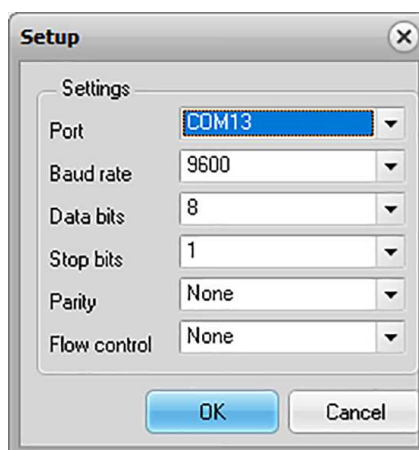

Рисунок 9
3.1.4 Открыть «Настройки» в главном меню окна, далее в окне (рисунок 9) выбрать COM-порт, к которому подключено УС-ППК или УСБ ППК: